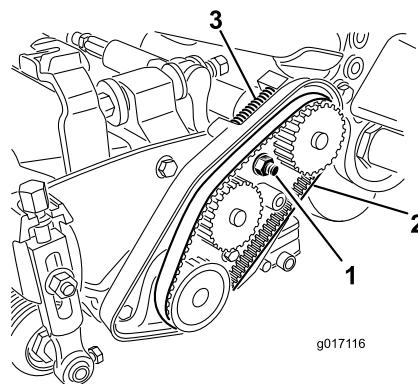

Bild 45
- A. Lösen Sie die Befestigungsmutter des Lagergehäuses (**Bild 45**).
- C. Entfernen Sie Rückstände aus der Riemenkammer und vom Bereich um die Druckfeder (Bild 45).